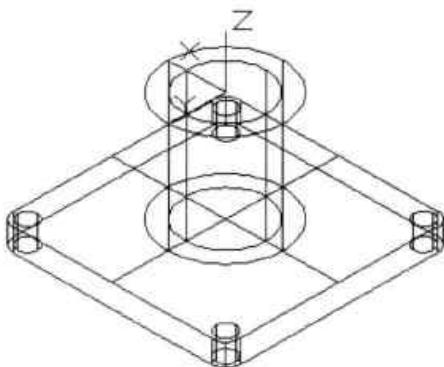

图13-56 更改UCS坐标
**Step09** 执行“并集”命令，将直径为 40mm 的圆柱体与长方体底座进行合并。将 UCS 坐标移至圆柱体顶面圆心，如图 13-56 所示。